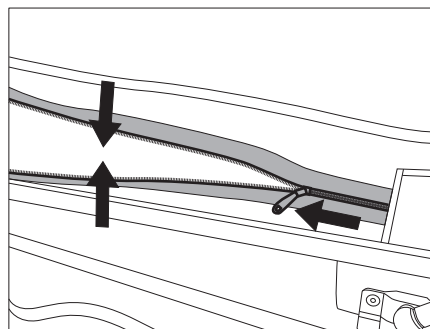

Fig. 10 Alleviare la chiusura lampo
- ▷ Quando si chiude la chiusura lampo, tirare il tetto sollevabile verso il basso per non mettere la chiusura lampo sotto tensione trasversale (Fig. 10).